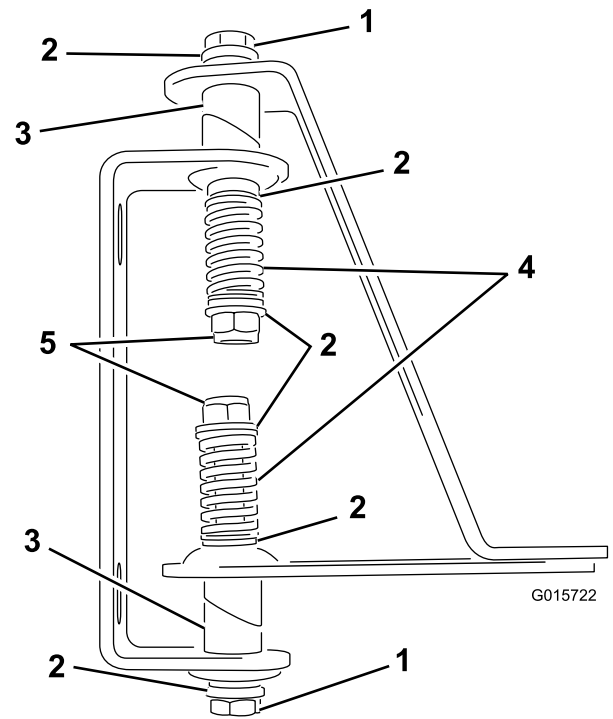

Figura 4
4. Inserite i bulloni attraverso le aperture del tubo saldato incernierato, le cerniere e le cinghiette (Figura 4).
6. Installate una molla sull'estremità di ciascun bullone (Figura 4).